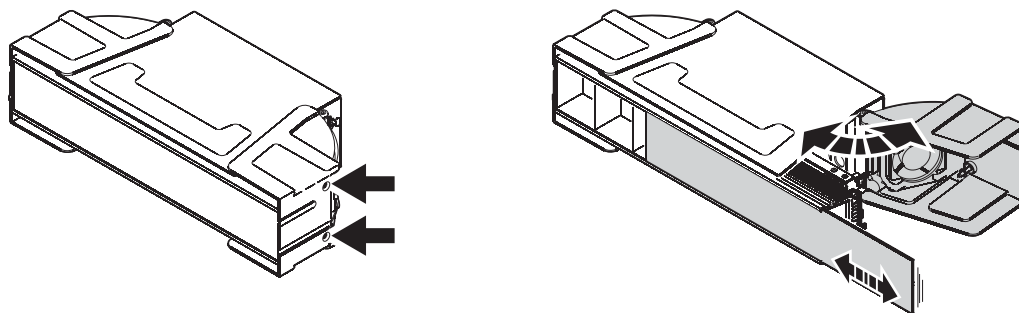

Figure 4: Accès au capot frontal, au réflecteur et aux collimateurs
2. Voir Figure 4. Dévissez les deux vis prisonnières (repérées ci-dessous) sur une extrémité du projecteur et basculez le carter.